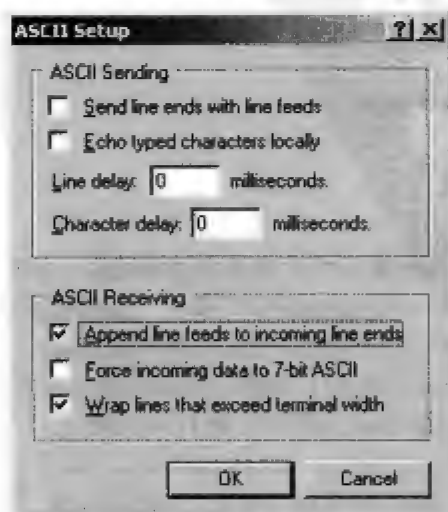

图 9-5 ASCII Setup 对话框
(5) 选择 VT100 terminal (VT100 终端) 调试模式,以便能够使用更多的命令(可通过特殊的“转义”字符串激活),而且还能控制光标在终端屏幕上的位置。
(6) 选择 ASCII Setup (ASCII 码设置) 完成配置。特别要确保 Echo typed characters locally (本地回显输入的字符) 功能未被选中(这样就能立刻改善你看到的情况)。参见图 9-5。